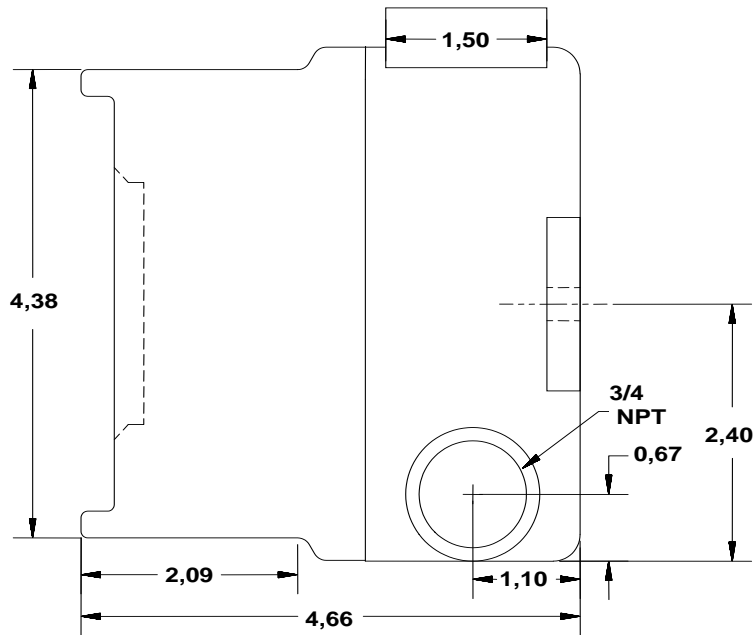

Figure 6 : Boîtier du détecteur SS4-A/-A2 : vue latérale
- a. Insérer les câbles dans le socle du boîtier métallique à travers l'une des ouvertures de conduit. Voir la figure 6.
- Insérer les câbles de relais dans le socle du boîtier du détecteur à travers l'une des ouvertures de conduit. Voir la figure 6.